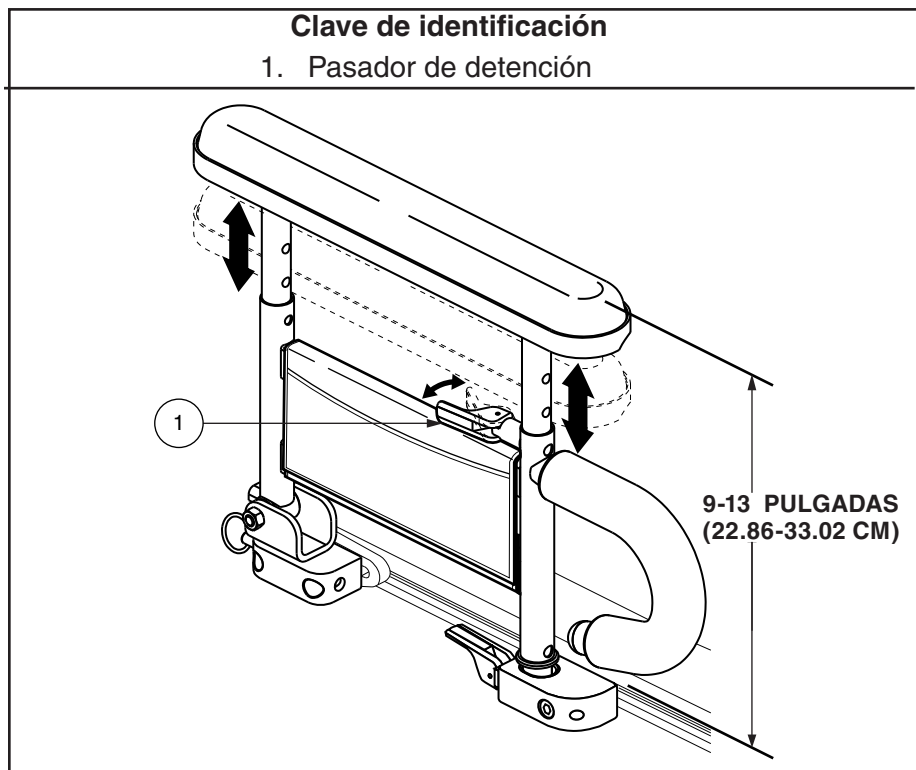

Figura 12. Ajuste de la altura del reposabrazos de dos pies
1. Empuje hacia dentro la palanca por resorte. **Ver figura 12.**